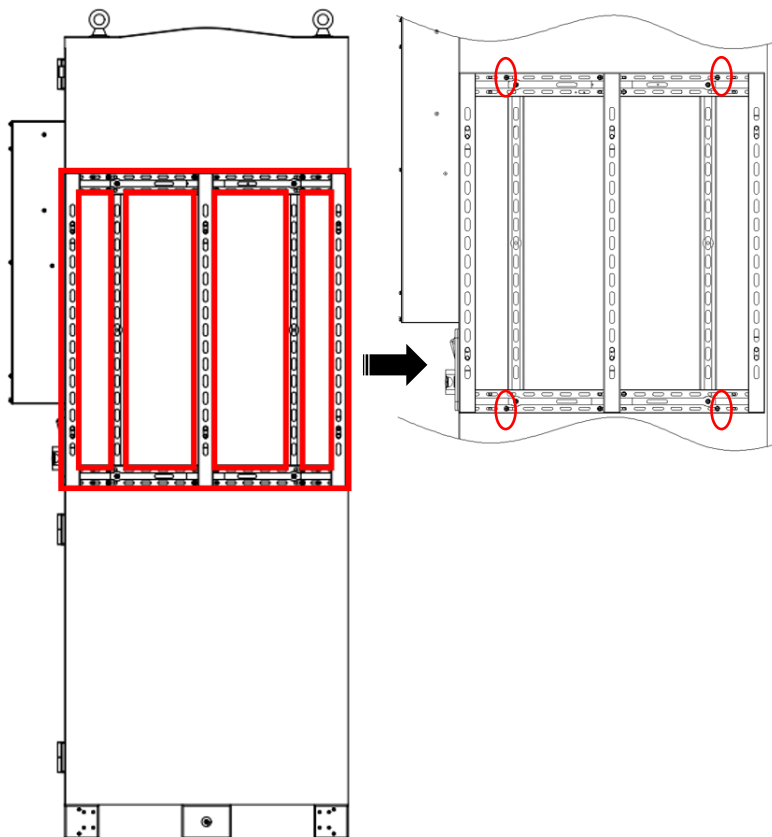

Abbildung 3.2.9
(1) Lösen Sie gemäß der folgenden Abbildung die vier Schrauben an der Halterung und legen Sie sie beiseite (Abb. 3.2.9).